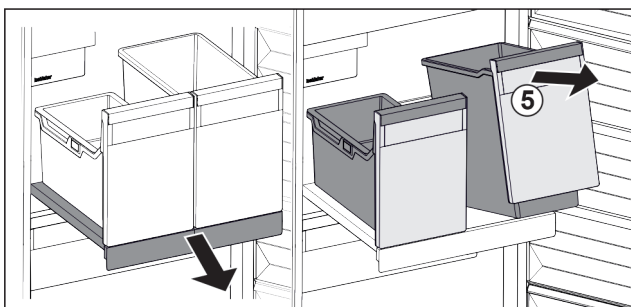

Fig. 28
- ▶ Підняти резервуар Fig. 28 (5) спереду.